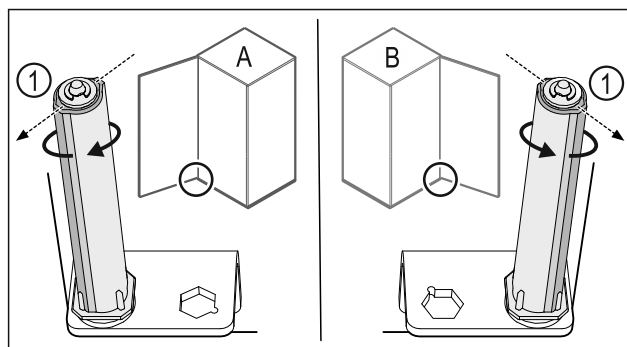

Fig. 22 Levý doraz (A) / pravý doraz (B)
- ▶ Otáčejte uzávěracím systémem proti odporu, dokud nebude lamela uzávěracího systému Fig. 22 (1) ukazovat směrem ven.